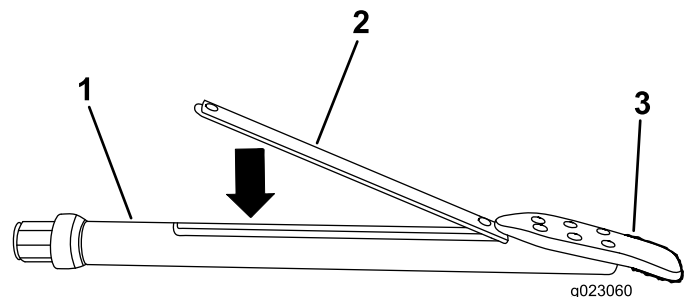

Bild 76
3. Setzen Sie das Ortungsgerät in das Sondengehäuse ein, dabei zeigt das Vorderteil zur Bohrkrone (Bild 76).